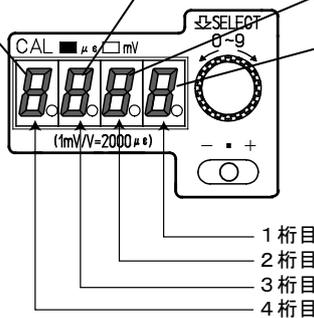

図 2-3 校正値(CAL)の設定
校正値設定ツマミ⑫(図2-3を参照)押すと校正値LED⑬の4桁目が点滅します。スイッチを左右に回すと⑬の数値が変わります。(表示値が点滅状態でも設定は行われています。)